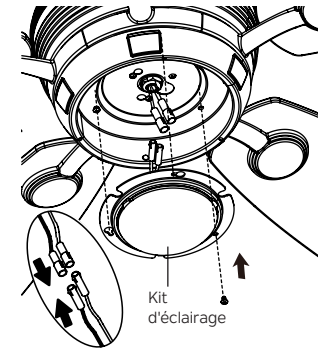

Fig. 23
Étape 2. Connectez les 2 connecteurs à une broche du kit d'éclairage aux 2 connecteurs à une broche de l'ensemble moteur. Connectez le fil noir au fil noir et le fil blanc au fil blanc. Placez les deux trous de fente sur le kit d'éclairage sur les 2 vis précédemment desserrées depuis la plaque d'éclairage. Faites pivoter le kit d'éclairage jusqu'à ce qu'il se verrouille en place à l'extrémité étroite des trous de clé. Fixez en serrant les 2 vis précédemment desserrées et celle précédemment retirée. (Fig. 23)